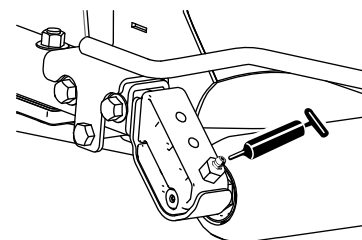

Figura 45
- 2 (pe unitate de tăiere) rulmeni cu role în spate (Figura 45)